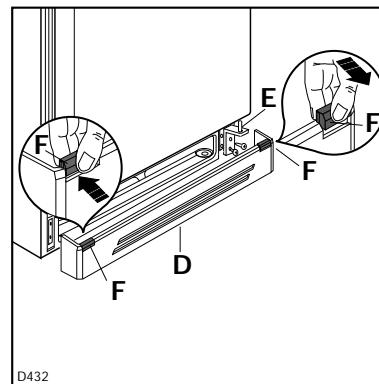

Fig. 3
Ventilatierooster (D-Fig. 3) verwijderen, dat vastgeklekt zit.
Onderschroeven (E-Fig. 3) losschroeven en verwijderen.
Onderschroeven (E-Fig. 3) aan de tegenovergestelde kant monteren met behulp van de eerder verwijderde schroeven.
Afdekstopsel (F-Fig. 3) van het ventilatierooster (D) nemen en aan de tegenovergestelde kant plaatsen.